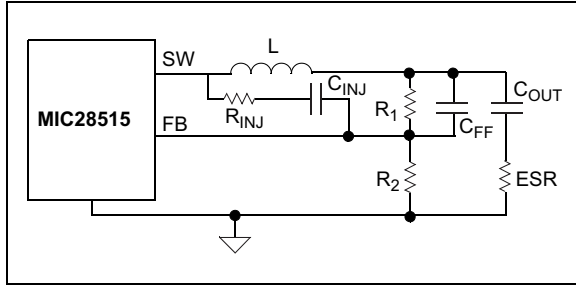

图5-4: FB处的纹波不可见
3. 输出电容的ESR极小，FB引脚电压几乎没有纹波。在这种情况下，输出电压纹波小于20 mV。因此，可以从开关节点SW经由电阻RINJ和电容CINJ向FB引脚注入额外的纹波，如图5-4所示。